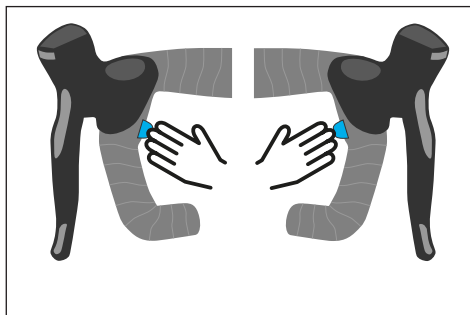

Fig. 4: Selezione della modalità di supporto con il HPR Single Button Remote
- Per aumentare la modalità di assistenza, premere **brevemente** il pulsante destro del HPR Single Button Remote (vedere Fig. 4) o il pulsante opzionale di un cambio elettronico (vedere ""3.8.2 Cambio di marcia" e "3.8.3 Autonomia di guida").
- Per diminuire la modalità di assistenza, premere **brevemente** il pulsante sinistro del HPR Single Button Remote (vedere Fig. 4) o il pulsante opzionale di un cambio elettronico (vedere ""3.8.2 Cambio di marcia" e "3.8.3 Autonomia di guida").